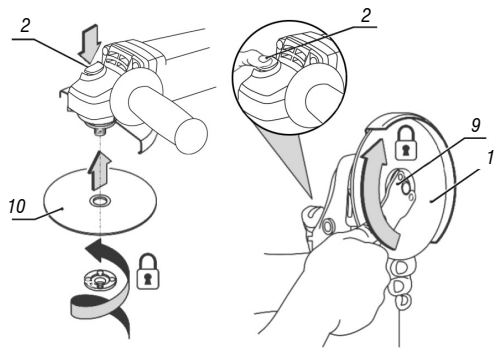

Fig. 8 – Trocando o disco
- f. Coloque a porca no eixo e aperte-a com a chave (9), Fig. 8.